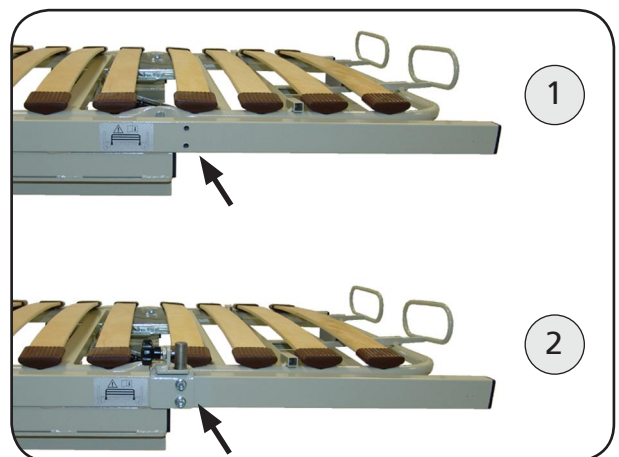

Abbildung 37
- Entfernen Sie die weißen Verschlussstopfen aus den Gewindebohrungen der Längsrohre oder der montierten Liegeflächenverbreiterung (Abbildung 37 (1)).
- Befestigen Sie die Seitengitterhalter mit den Innensechskantschrauben M 8 x 16 mit Scheiben (bzw. M 8 x 70 mit Scheiben bei montierten Liegeflächenverbreiterung) in den Gewindebohrungen an dem Liegeflächenrahmen (Abbildung 37 (2)).